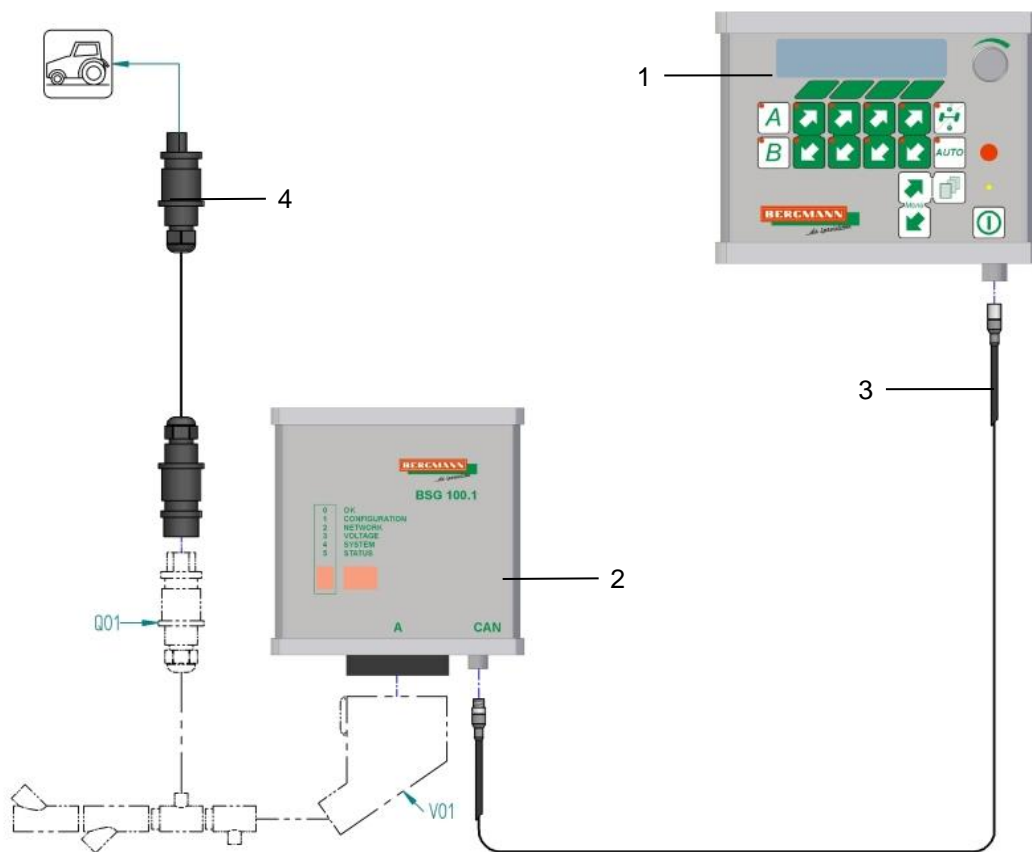

Bild 4: Anschlussschema des Terminals BCT20
- Verbinden Sie das Terminal (Bild 4 / Pos.1) mit dem Steuergerät BSG100 / BSG200 (Bild 4 / Pos.2) mittels Verbindungsleitung CAN-BUS (Bild 4 / Pos.3) unter Berücksichtigung der nachfolgenden Daten:
- Verbinden Sie die Anschlüsse des Versorgungskabels (Bild 4 / Pos.4) mit den entsprechenden Anschlüssen des Kabelbaums und der Stromversorgung am Traktor unter Berücksichtigung der nachfolgenden Daten: